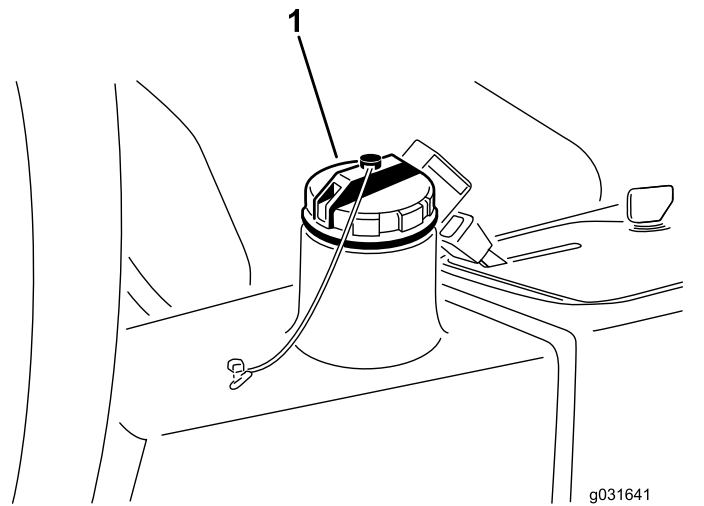

Figura 64
4. Encha o reservatório (Figura 64) com aproximadamente 13,2 litros de fluido hidráulico; consulte Verificação do sistema hidráulico (página 51).